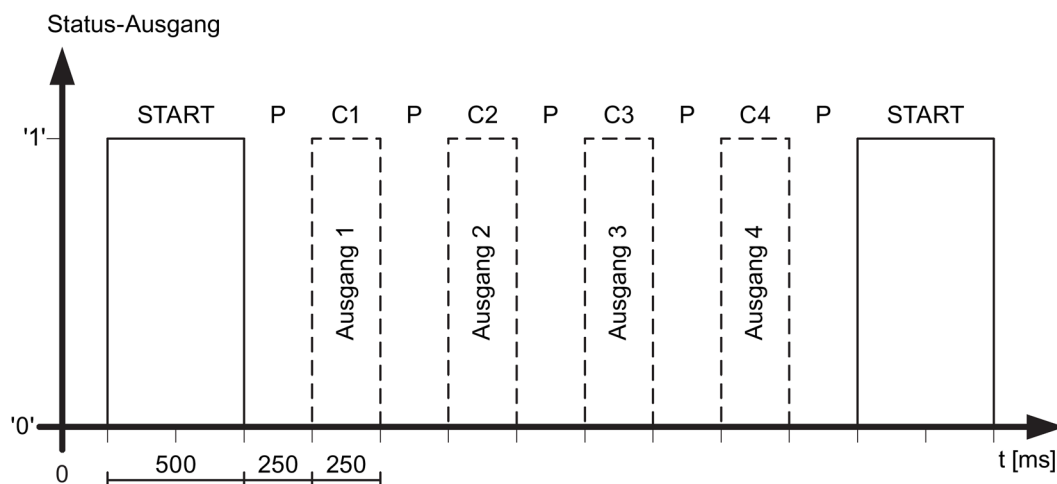

Bild 2-5 Status-Signalisierung
^{1*} Der Zustand alle vier Ausgänge ③ wird über den Status-Ausgang ④ seriell signalisiert (siehe Bild 2-5 Status-Signalisierung (Seite 16)). Ein Rahmen besteht aus einem Start-Bit START und vier Zustands-Bits Ci (i=1 ... 4), die jeweils durch ein Pause-Bit P getrennt sind. Während des Gerätehochlaufs oder bei fehlender Versorgungsspannung erfolgt keine Signalisierung, der Zustand ist dauerhaft '0'. Für SIMATIC-S7-Steuerungen (S7-300/400/1200/1500) steht unter (<http://www.siemens.de/sitop>) oder dem direkten Link (<http://support.automation.siemens.com/WW/view/de/61450284>) ein Funktionsbaustein zur Auswertung zur Verfügung.